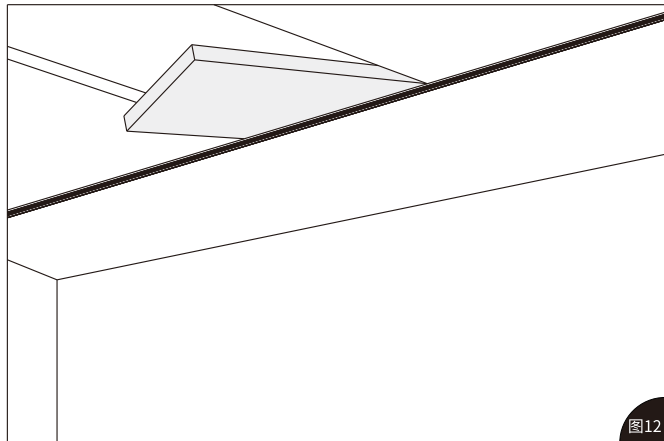

图12
6、如图12中用9mm厚的板覆盖轨道两边并固定：
6、将平面转角5与轨道4拼接，并用螺钉固定，如图12所示：